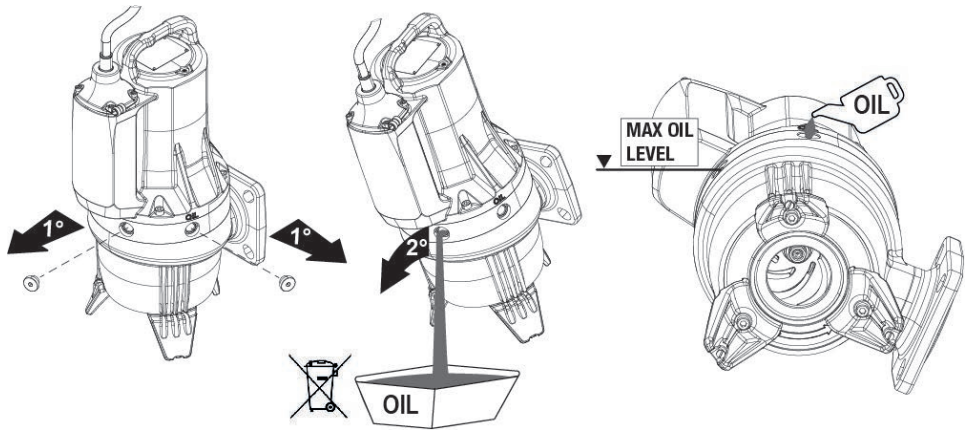

Fig.8
- **Schimbul de ulei (Fig.8)**